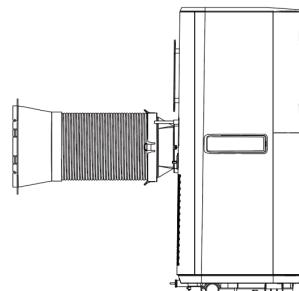

рис. 4
2. Установите собранный воздухопроводный шланг в воздуховыпускную решетку прибора путем движения сверху-вниз (Рис. 4).